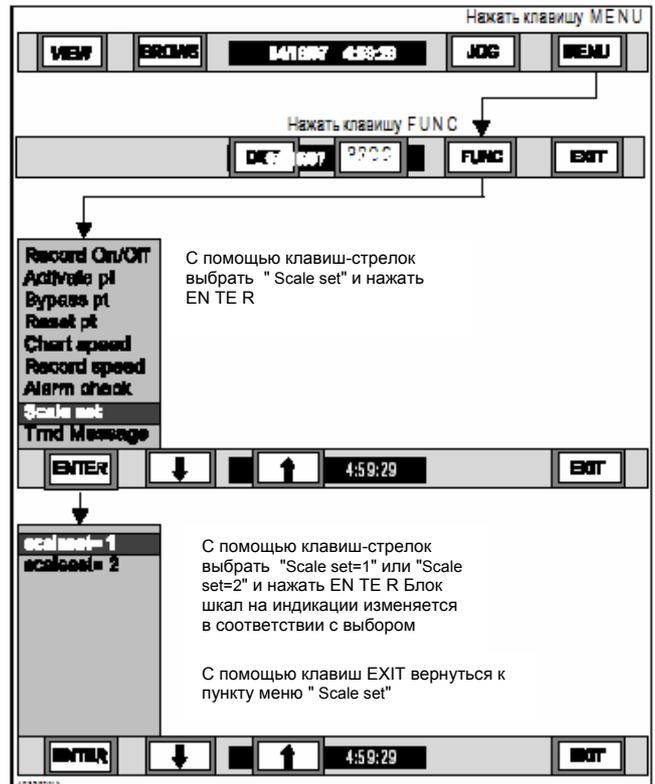

Рис. 3-39 Диаграмма процесса выбора блоков шкал
H. Выбор шкал - Пункт меню "Scale set" управляет выбором блока шкал 1 или 2 (по 8 шкал в каждом). Для переключения блока шкал см. рис. 3-39 и следующие указания: